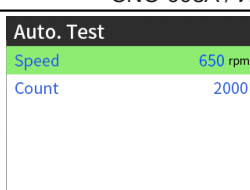

Рис. 5.10
- 2) Как показано на следующем рисунке: выберите [Auto. Test] в главном меню и затем выберите режим проверки и очистки в меню выбора параметров [Cylinder No./Mode], см. таблицу параметров и характеристик форсунок автомобиля (настройки представлены на рисунке 5.9). По умолчанию применяется режим 1 (см. «Схема режима автоматической проверки» для получения подробных сведений о режимах работы стенда). Нажмите [Run] для запуска теста, как показано на рис. 5.10. Режим 2 представлен на рис. 5.11.